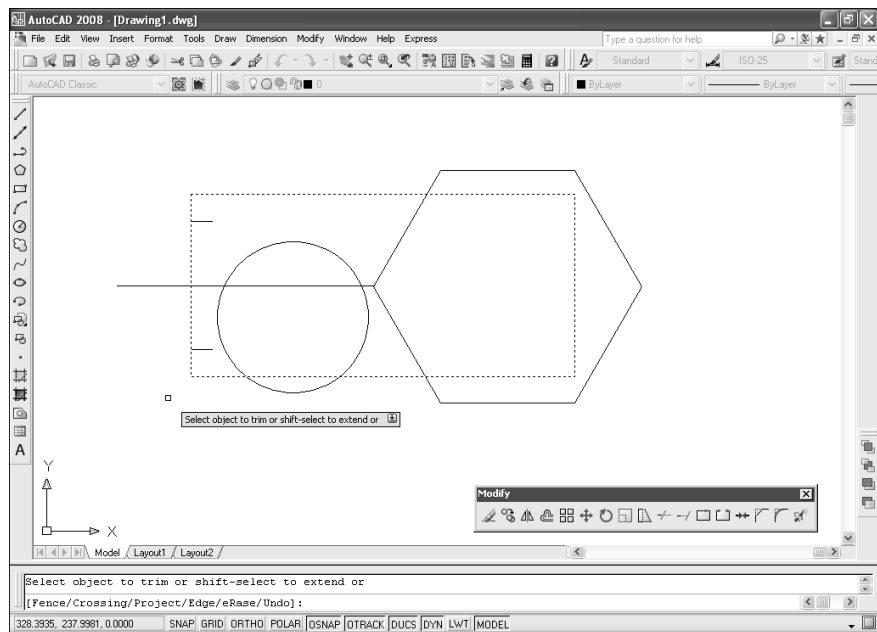

Рис. 4.12. Верхняя и нижняя линии обрезаны по контуру прямоугольника
- Выберите подлежащий обрезке объект (рис. 4.12). AutoCAD повторит предыдущее приглашение.